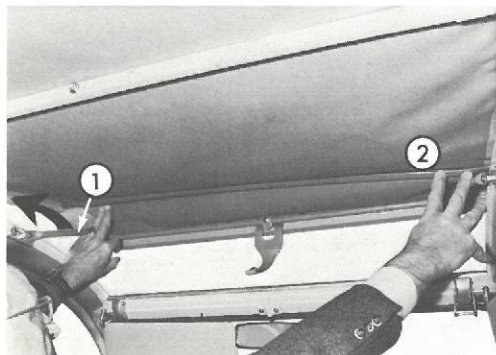

Fig. 25 - Ouverture avant de la capote
- Soulever l'avant de la capote pour la libérer complètement (Fig. 25).
- Faire pivoter le cadre (Fig. 25, Rep. 1) en poussant la traverse (Rep. 2) et le rabattre vers le pied milieu.